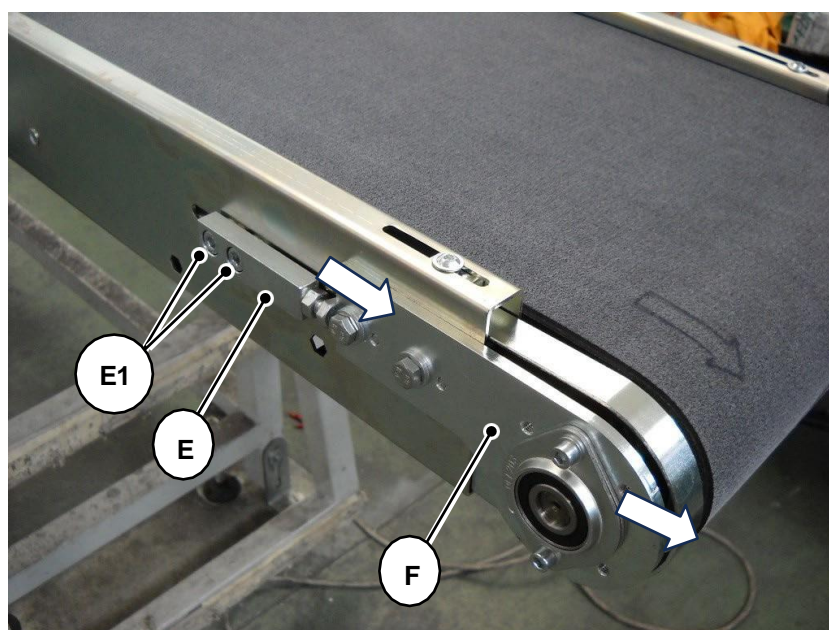

Fig. 09-23
- Inserir a correia nova (ou a antiga depois de ter sido limpa), verificando se o espaço entre as duas extremidades é aproximadamente igual (**N.B.** A correia tem uma seta que indica o sentido de rotação - ver Fig. 09-23).
- Para esticar a correia, as 4 placas de suporte da correia "F" devem ser deslocadas para fora, depois os 4 reguladores "E" devem ser levados até às placas relevantes rodando os 2 parafusos de fixação "E1" (Fig. 09-23).